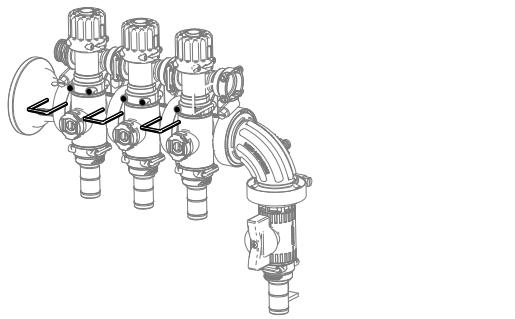

Figura 16
7. Instale el grupo de válvulas de los brazos usando las horquillas de retención que se retiraron anteriormente, como se muestra en la Figura 16.